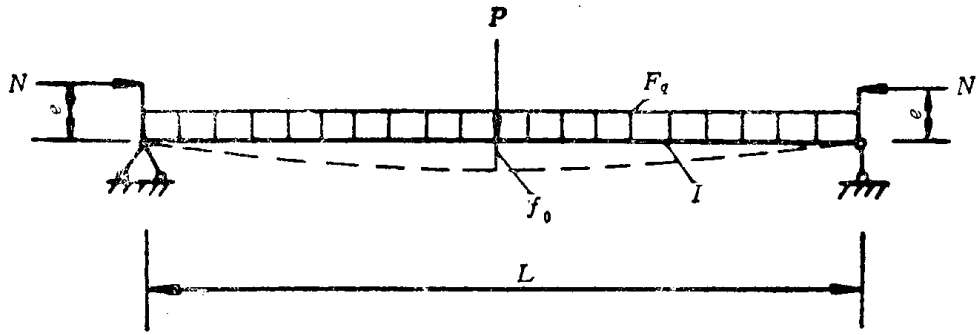

图 4-1
**例4-7** 试求偏心压杆的跨中总挠度 $f_{\Sigma}$ ，符号参见图4-1。